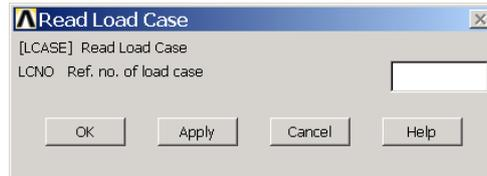

图6.50 读取荷载工况
(1) 单击 **Main Menu>General Postproc>Load Case>Read Load Case** 菜单，弹出如图 6.50 所示的【**Read Load Case**】对话框。